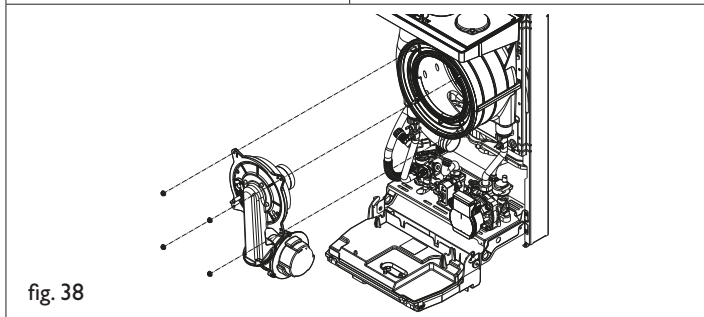

fig. 38
- Svitare i quattro dadi di fissaggio e sfilare il gruppo combustione facendo attenzione all'elettrodo e al bruciatore (fig. 38)